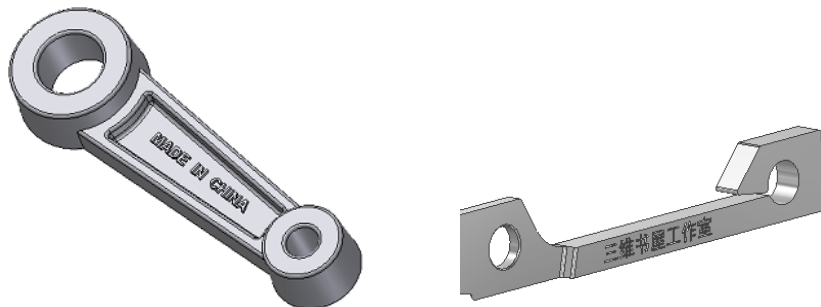
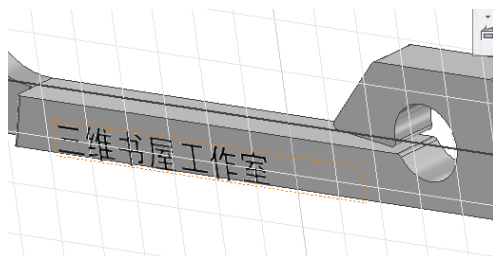

图 3-86 零件表面凸起或凹进的文字
图 3-88 凸雕的草图平面以及草图
在零件设计中，往往需要在零件表面增添一些凸起或凹进的图案或文字，以实现某种功能或美观性，如图 3-86 所示。
- (1) 如果是在平面上创建，则可直接在该平面上创建草图绘制截面轮廓。
- (2) 如果在曲面上创建凸雕特征，则应该在对应的位置建立工作平面或利用其他的辅助平面，然后在工作平面上建立草图。图 3-86 中右侧零件的草图平面以及草图如图 3-88 所示。
对于【从面凸雕】和【从面凹雕】类型，用户可通过选中【折叠到面】选项指定截面轮廓缠绕在曲面上。注意仅限于单个面，不能是接缝面。面只能是平面或圆锥形面，而不能是样条曲线。如果不选中该复选框，图像将投影到面而不是折叠到面。如果截面轮廓相对于曲率有些大，当凸雕或凹雕区域向曲面投影时会轻微失真。遇到垂直面时，缠绕即停止。图 3-86 右侧的零件就是利用【折叠到面】选项形成的，从它的草图（图 3-88）可看出。